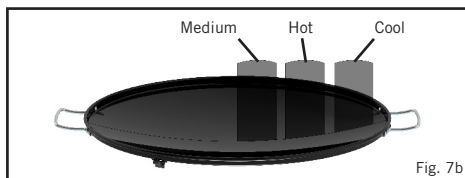

Fig. 7b
- Le temperature di cottura si possono facilmente adattare in base alle esigenze personali, girando il pomello di controllo (K) per regolare l'intensità del calore. Una particolarità del barbecue Skottel è che presenta varie zone calde (v. Fig. 7b). Questo aspetto è molto utile, perché alcuni cibi si cuociono più velocemente di altri e le pietanze che si cuociono prima possono essere spostate in altre zone del piatto, per mantenerle calde mentre il resto del cibo sta ancora cuocendo.